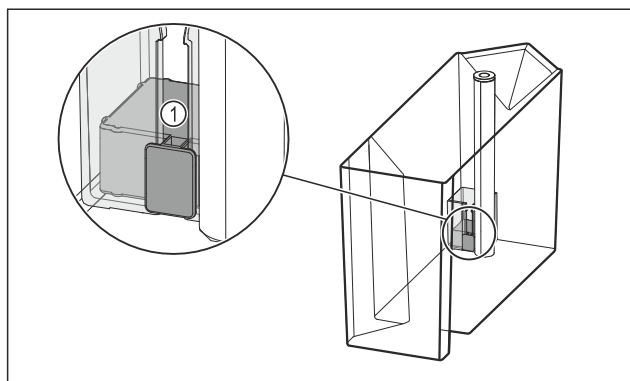

Fig. 165
- Controllare se il galleggiante Fig. 165 (1) è bloccato.